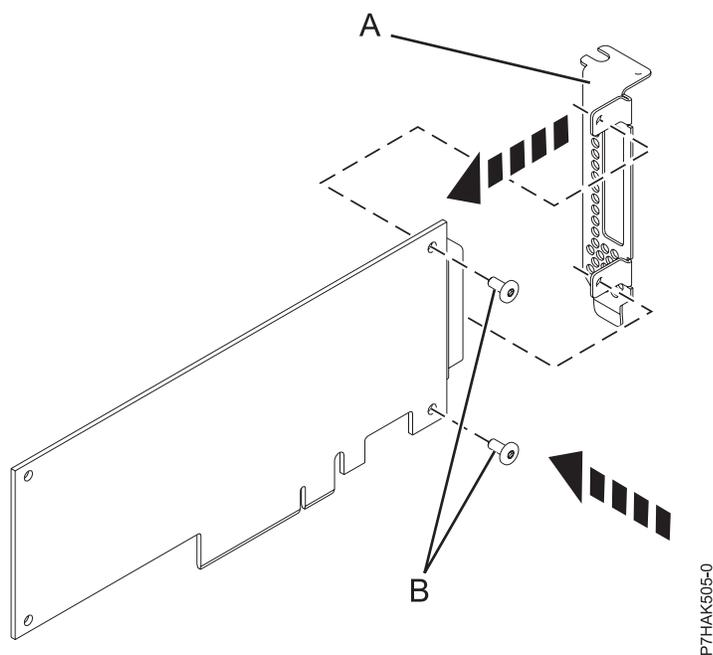

Figure 13. Fixation de la contre-poupée extra-plate sur une carte PCI
- A l'aide d'un tournevis cruciforme, vissez les deux vis de fixation (B) pour fixer la contre-poupée (A) provenant de la carte PCI défectueuse sur la nouvelle carte PCI. Voir figure 13.